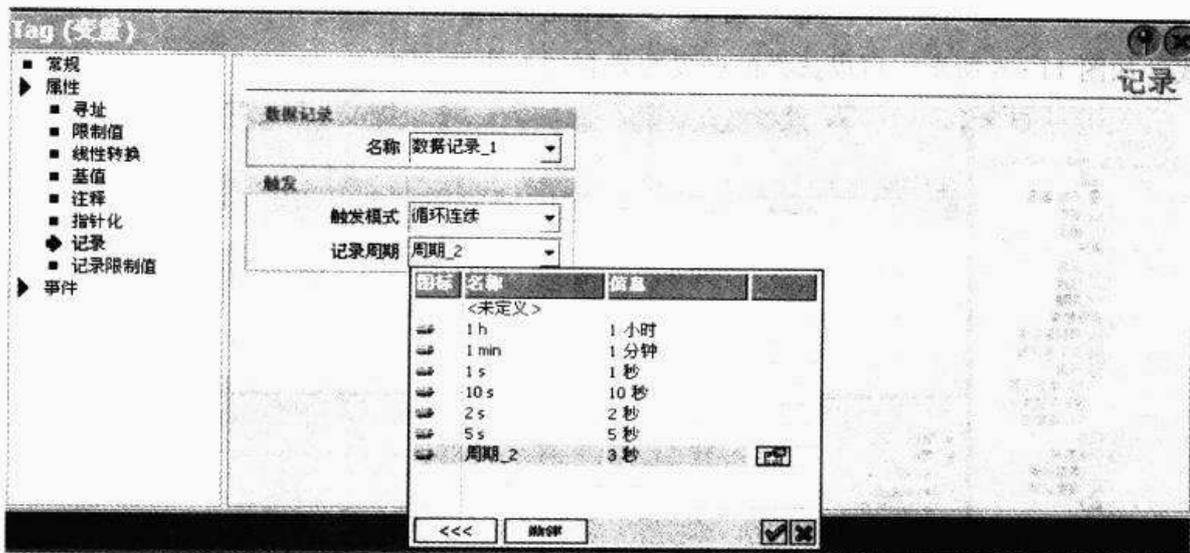

图 11-8 数据记录变量组态—自定义记录周期
③ 循环连续:以固定的时间间隔记录变量值。除了 WinCC flexible 中可用的标准周期以外,还可基于标准周期添加自定义的周期。如图 11-8 所示。
③ 在这里,如果希望显示历史数据趋势,可设置触发方式为记录,并在源设置中设置希望显示的数据记录和记录变量。设置趋势视图时间间隔为 60 秒,示例数目为 60 个,基本上可以认为每秒显示一个点。如图 11-8 所示。